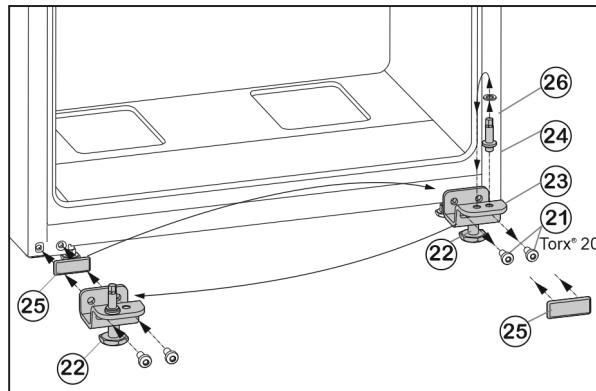

Fig. 7
- ▶ Развийте закрепващите винтове Fig. 7 (21).
- ▶ Свалете долната лагерна опора Fig. 7 (23) заедно с лагерния болт Fig. 7 (24), шайбата Fig. 7 (26) и крака Fig. 7 (22).
- ▶ Развийте лагерния болт Fig. 7 (24) заедно с шайбата Fig. 7 (26), поставете го в срещуположния отвор за лагерната опора и го завийте отново.
- ▶ Внимателно свалете покриващата плоча Fig. 7 (25) и я преместете на срещуположната страна.
- ▶ Отново завийте долната лагерна опора Fig. 7 (23) заедно с лагерния болт Fig. 7 (24), шайбата Fig. 7 (26) и крака Fig. 7 (22) върху новата страна на пантите, евент. с помощта на акумулаторна отвертка (**с 4 Nm**).
- ▶ Поставете долната врата отгоре върху лагерния болт Fig. 7 (24).
- ▶ Развийте крака Fig. 7 (22) на лагерната опора долу Fig. 7 (23), докато опре върху пода.